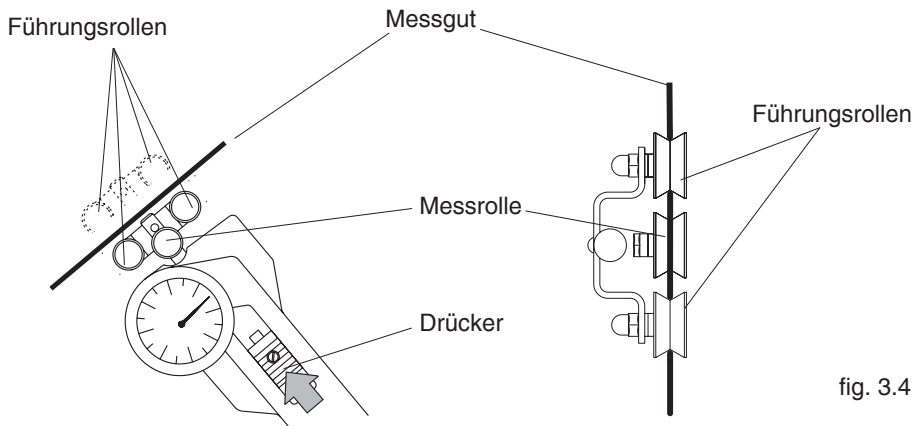

fig. 3.4
- Das Messgut mit den Führungsrollen einfangen (siehe fig. 3.4).